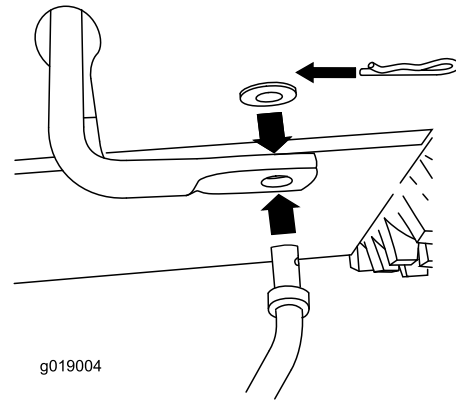

Bild 6
1. Setzen Sie das untere Ende der Stange in den unteren Gestängearm ein. Das gebogene Ende des Geschwindigkeitseinstellgestänges sollte nach hinten zeigen (Bild 6).
2. Befestigen Sie das untere Ende der Geschwindigkeitsschaltstange mit einer Flachscheibe und einem Splint (Bild 6).